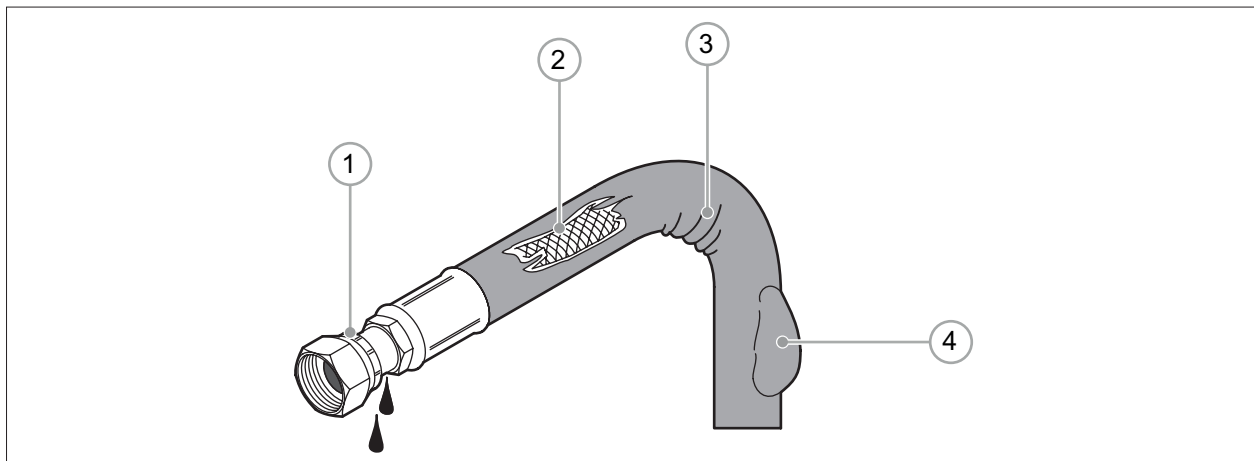

РИС. 42
- 3) Если есть какие-либо признаки повреждений, не работайте на машине, пока не будет сделан её ремонт. Некоторые примеры общего повреждения гидравлического шланга приведены на **РИС. 42**.